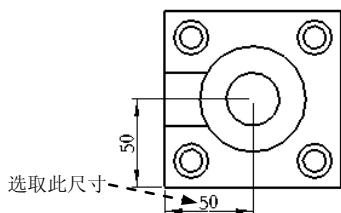

图 5.2.80 选取尺寸（一）
Step5. 在系统  为 xdim 选取尺寸。的提示下，选取图 5.2.80 所示的横向尺寸。